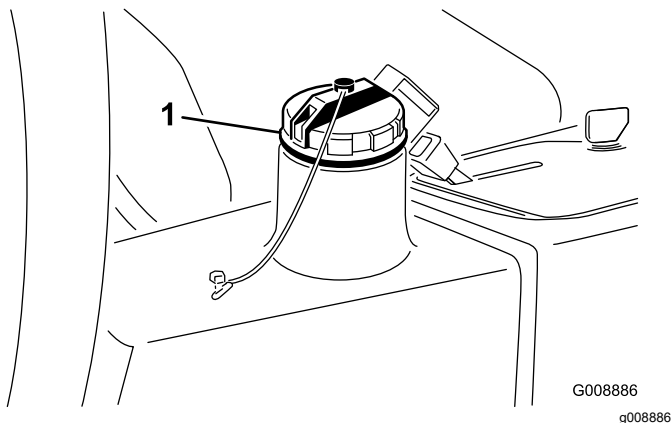

Figure 30
2. Nettoyez la surface autour du goulot et du bouchon de remplissage du réservoir hydraulique (Figure 30). Enlevez le bouchon.